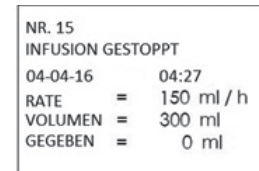

Abb. 50: Beispiel eines aufgezeichneten Ereignisses
- Scrollen Sie mit der - und -Taste durch die Ereignisse (Abb. 50). Die Ereignisse werden fortlaufend nummeriert. Sie zeigen die Ursache des Ereignisses, den Zeitpunkt der Aufzeichnung und die zum Zeitpunkt des Ereignisses eingestellten Infusionsparameter. Drücken Sie die -Taste, um in das Hauptmenü zurückzukehren.